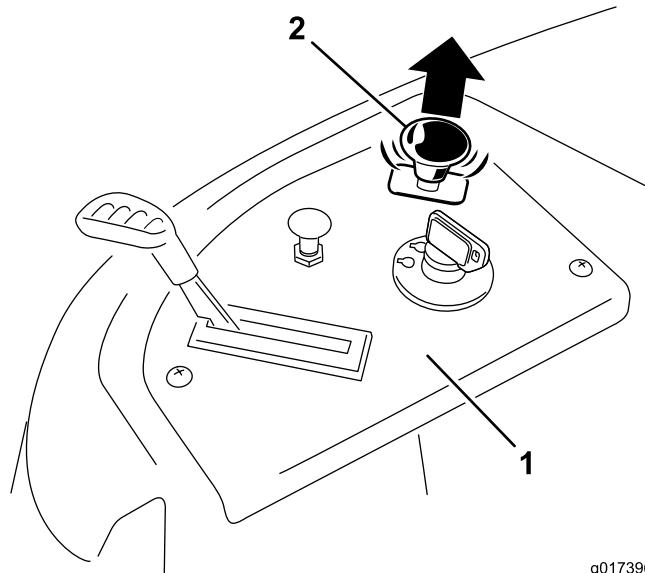

Figura 16
3. Puxe o interruptor de controlo da lâmina para o mover para posição On (ligado) e engatar as lâminas (Figura 16).